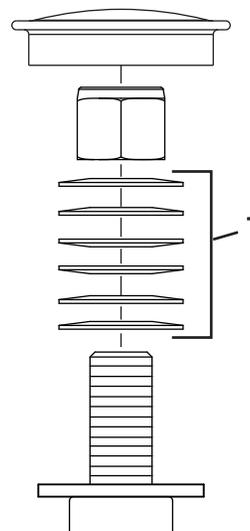

Figura 55
3. Togliete il coperchietto antipolvere dalla ruota orientabile e serrate il dado di bloccaggio (Figura 55).
4. Serrate il dado di bloccaggio finché le rondelle elastiche non sono piatte, quindi allentate di un quarto di giro per mettere a punto il precarico sui cuscinetti (Figura 55).
- Importante:** Verificate che le rondelle elastiche siano correttamente montate, come riportato nella Figura 55.
5. Montate il coperchietto antipolvere (Figura 55).